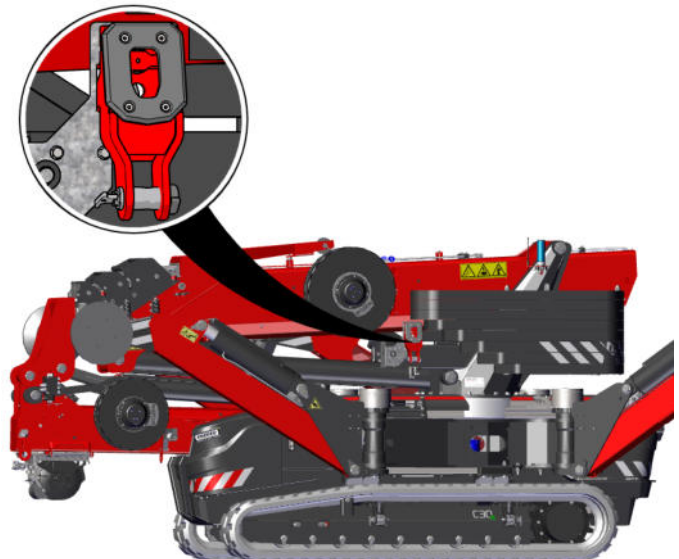

Figura: 56
- L'adattatore del gancio di sollevamento si trova sul lato sinistro della gru all'altezza della colonna (v. Figura: 56).